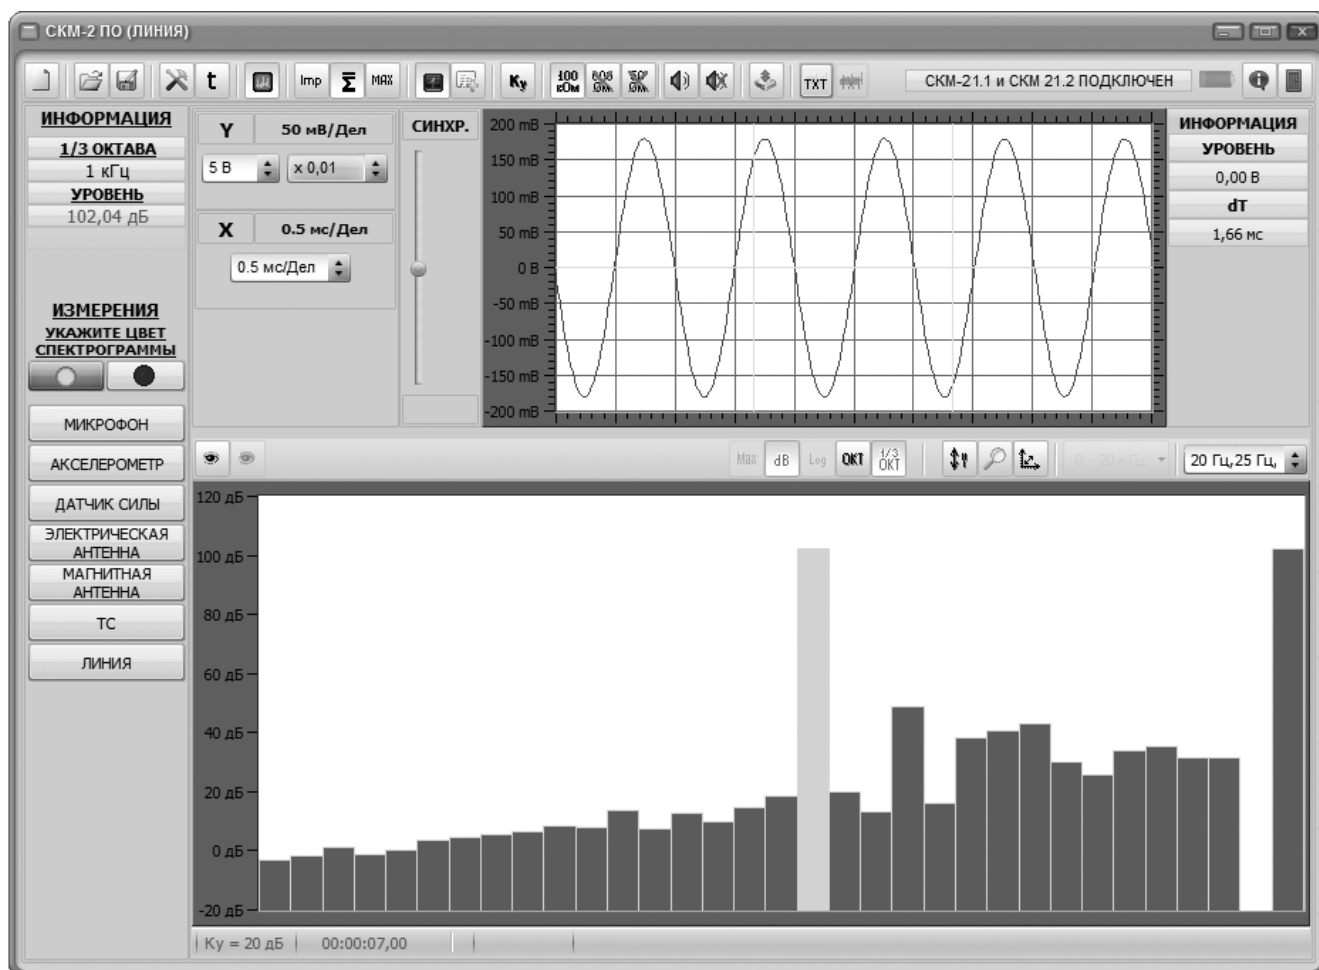

Рисунок 13 – Иллюстрация работы в режимах октавного (1/3-октавного) анализа
10.13.10 При работе в режимах октавного или 1/3-октавного анализа октавная (1/3-октавная) полоса выбирается с использованием указателя манипулятора «мышь». В информационном поле «ОКТАВА» (поз. 18 на рис. 3) отображается значение среднегеометрической частоты выбранной октавной (1/3-октавной) частотной полосы. В информационном поле «УРОВЕНЬ» (поз. 18 на рис. 3) уровень сигнала для красной и зеленой спектрограмм автоматически пересчитывается к октавной (1/3-октавной) частотной полосе. Иллюстрация работы анализатора в данном режиме приведена на рис.13. Сохранение результатов измерений производится в соответствии с п. 10.2.